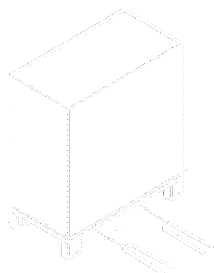

Рис. 23: Транспортировка при помощи вилочного автопогрузчика
1. Подведите вилочный захват автопогрузчика, как показано на Рис. 23.